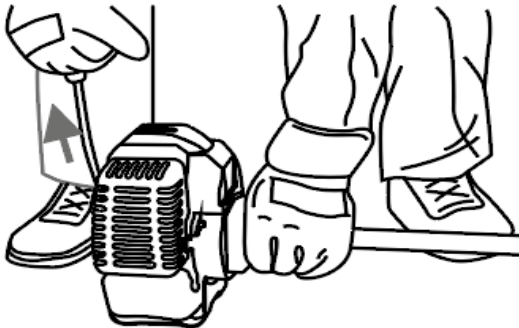

Рисунок 11. Схема розташування мотокоси під час запуску.
6. Утримувати мотокосу під час запуску двигуна, притиснувши її штангу до поверхні землі (рис. 11).